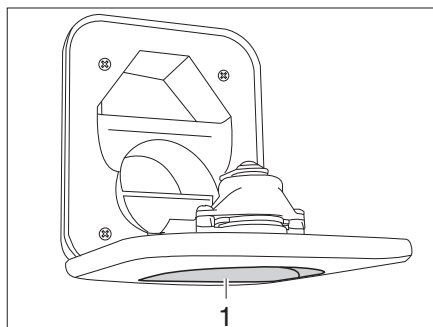

Fig. 156 Bec de remplissage d'eau fraîche pour les toilettes
- Ouvrir le bec de remplissage d'eau fraîche pour les toilettes (Fig. 156,1) au-dessus du portillon de la cassette Thetford et le faire pivoter vers le bas.